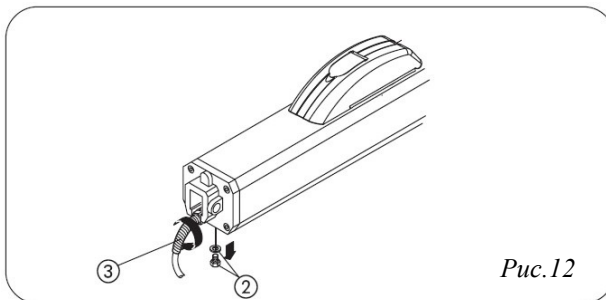

Рис.12
- 12) Приготовьте защитный кожух и закрепите его на приводе, как показано на Рис.11. Установите защиту кабеля от перегиба (Рис.12 ☺).
- Удалите транспортировочный болт (Рис.12 ②).